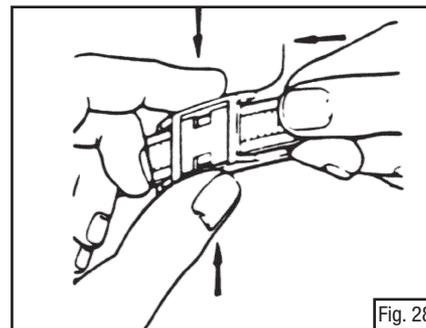

Fig. 28
- Aperte ambas as bordas da fivela para abrir a carneira (Fig. 28) .
1. Abra a grade exterior (Fig. 31), remova o pré-filtro (Fig. 32) e a grade interior (Fig. 33). Ligue a bateria e assegure que o ventilador faz o ar circular através do filtro principal (Fig. 28).